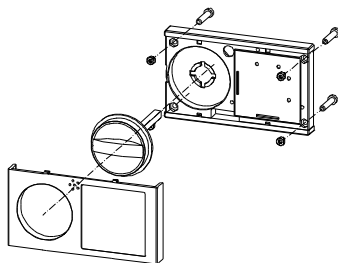

Abb. 3: Befestigung von der Türinnenseite
① Bedieneinheit befestigen.
1. Von der Türinnenseite (siehe Abb. 3) mit M4 Senkkopfschrauben oder